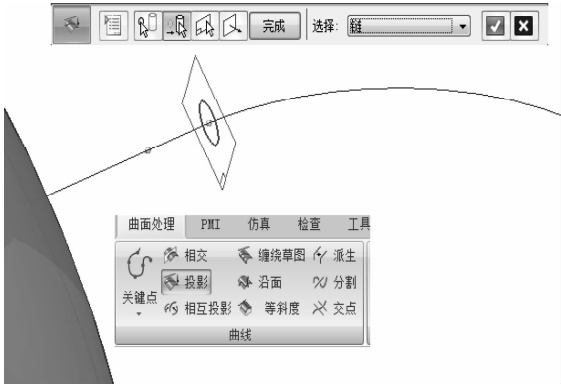

图 7-103 投影
- (5) 选择【曲面处理】功能区下的【投影】功能，在程序自动弹出的功能菜单栏中选择投影曲线为在上一步中所画的圆，单击  【确定】按钮。选择投影面为杯体曲面，单击  【确定】按钮，单击【完成】按钮退出投影操作，如图 7-103 所示。